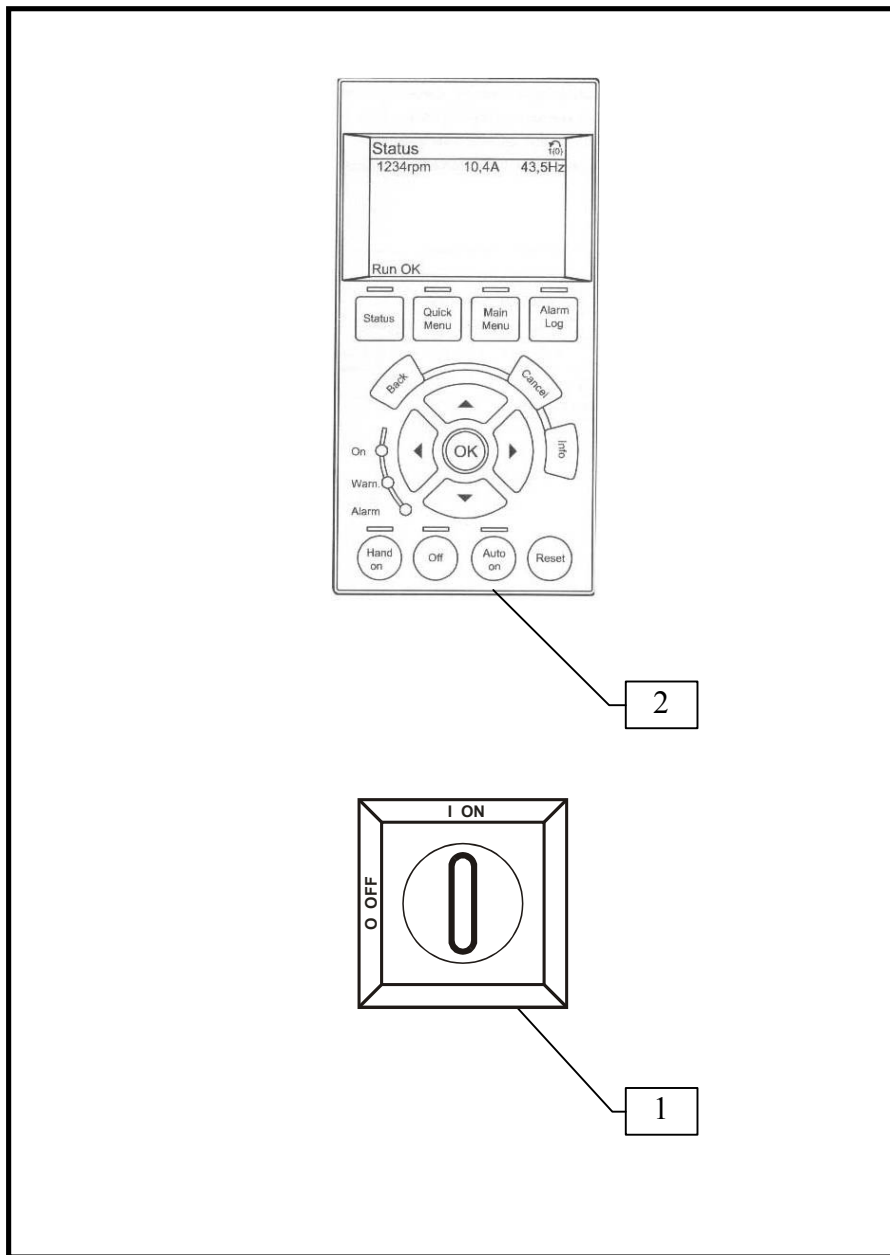

Рис. 2 Внешний вид прибора
- без переключателя **JMP** - для защиты двигателей с датчиком влажности DK (DI) и защиты от сухого хода по 1 электроду (дренажные насосы, мешалки и т.п.)
5.2 Внешний вид прибора (рис. 2)